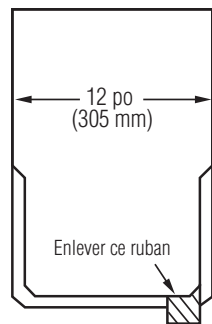

Figure 16-15 : Shangle Ridge
5. Avant de clouer les pièces, ne pas oublier de retirer le ruban qui protège l'adhésif entre les deux couches du bardeau (figure 16-15)